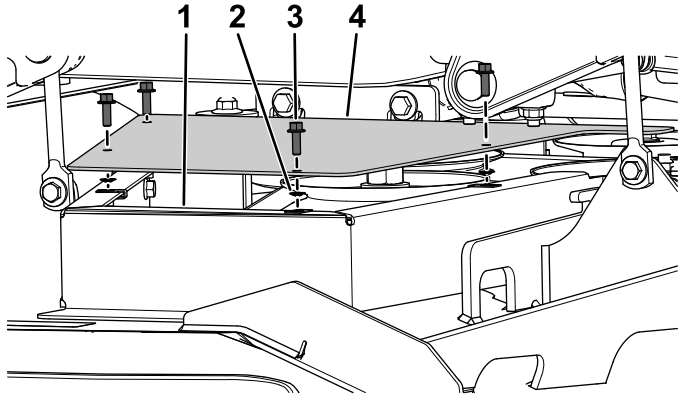

Figura 9
- En el lado izquierdo, sujete el protector de las poleas al soporte de montaje del protector de las poleas usando 4 pernos con arandela prensada ($\frac{1}{4}" \times \frac{3}{4}"$) y 4 tuercas rápidas (Figura 9).